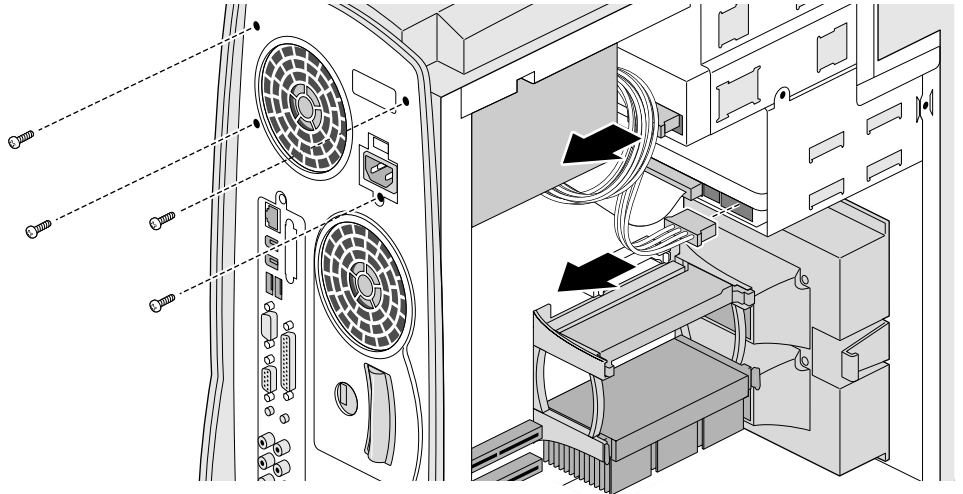

Abbildung 7-2 Entfernen der Schrauben und Kabel des Netzteils
5. Lösen Sie die übrigen Kabel wie in Abbildung 7-2, und nehmen Sie das Netzteil heraus.